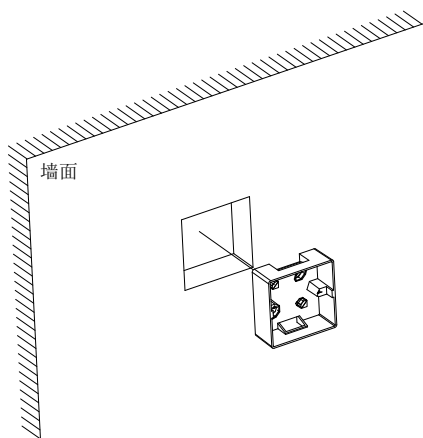

图 1-1
- 1、将86\*86电工接线盒安装在墙体的指定位置，离地面约1.4米，如图1-1所示